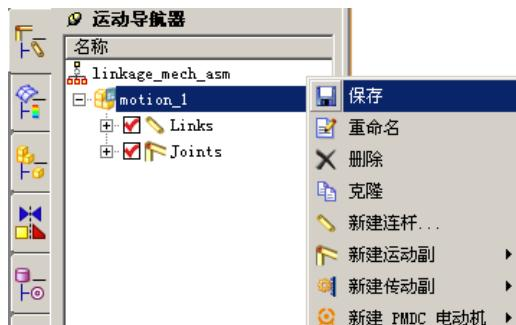

图 2.3.7 快捷菜单
- 在运动导航器窗口右击 **motion\_1**，在弹出的快捷菜单中可以对创建的仿真文件进行保存、重命名和删除等操作，如图 2.3.7 所示。